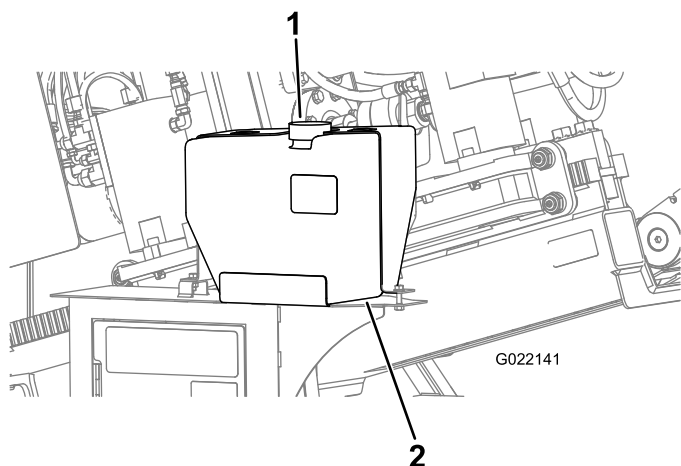

Рисунок 115
- D. Снимите крышку бака антифриза насоса бурового раствора (Рисунок 115).
Е. Убедитесь в том, что бак заполнен антифризом (Рисунок 115).
С. Заправьте антифриз в бак по мере необходимости (Рисунок 115).
5. Установите крышку бака антифриза (Рисунок 115).